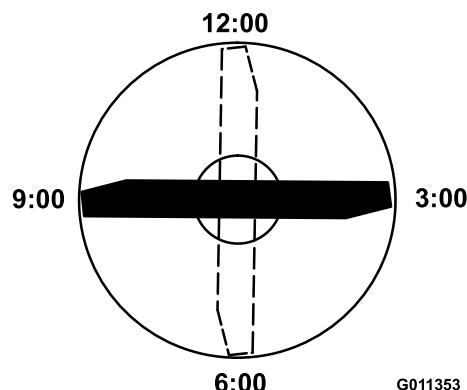

Figura 122
4. Orientate il tagliente dell'estremità marcata della lama sulle ore 12 (esattamente in avanti, nel senso di falciatura) (Figura 122) e misurate l'altezza tra il banco e il tagliente della lama.
5. Ruotate l'estremità marcata della lama sulle ore 3 e sulle ore 9 (Figura 122) e misurate le rispettive altezze.